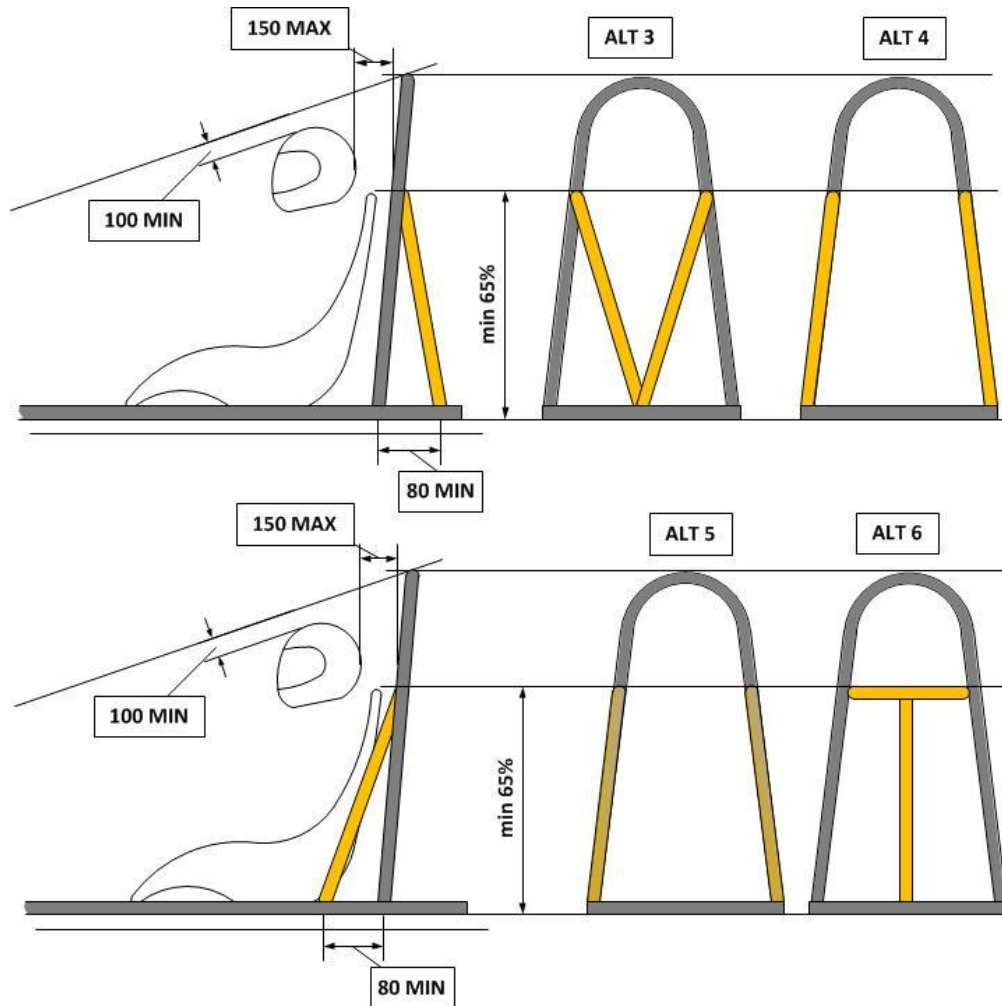

Abbildung 6b
- Abschnitt III A.9 : Ergänzung Alternative 6 in Abbildung 6b